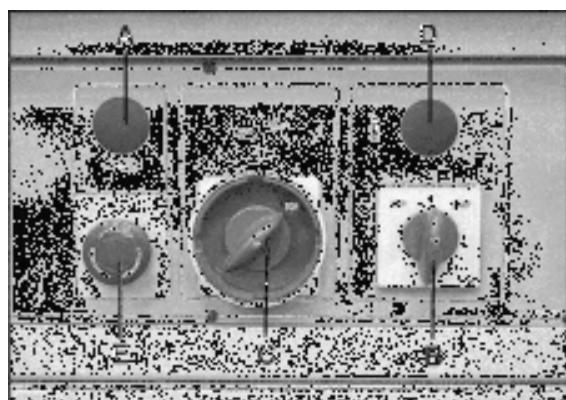

Рисунок 25
2. Поверните переключатель вперед/реверс (C, рис. 25) на нужную позицию. Поверните переключатель запуска (B, рис. 25) вправо, чтобы запустить станок. Переключатель запуска – магнитный, как только станок запустится, переключатель вернется в центральное положение, как
3. Чтобы остановить станок, нажмите на кнопку аварийного отключения (E, рис. 25) или поверните переключатель Вкл./Выкл. (B, рис. 25) влево.